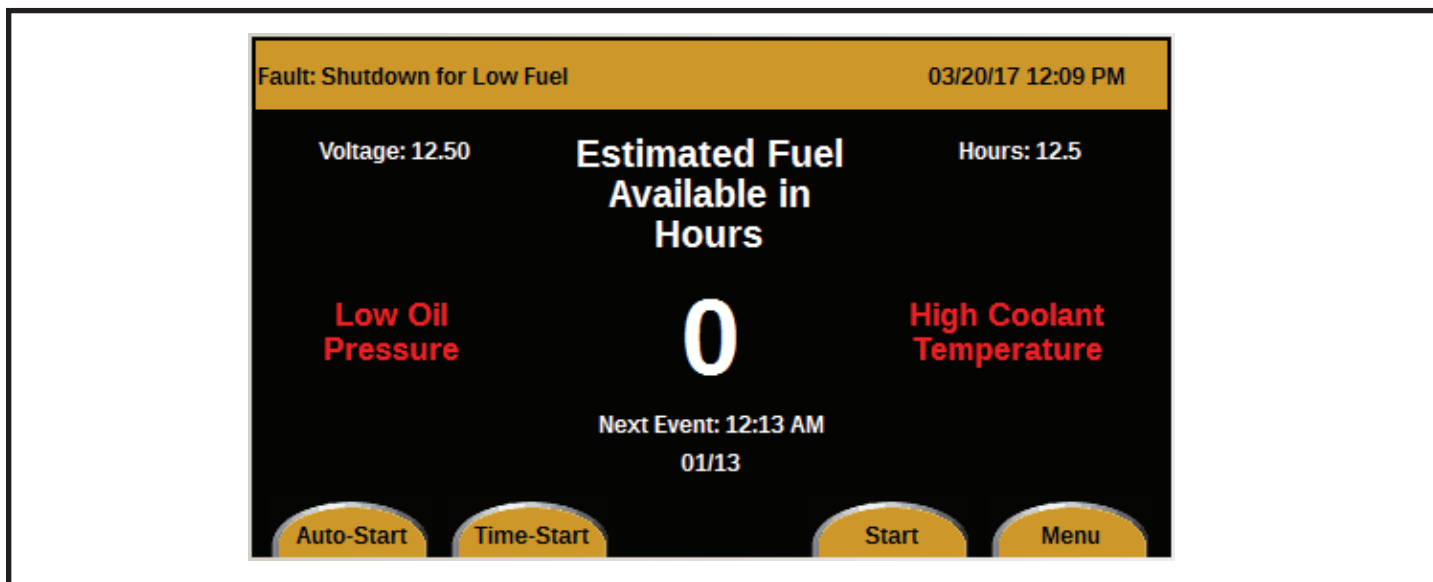

Figura 3
2. Presione la flecha HACIA ABAJO tres veces para resaltar Fuel Hours. Presione el botón Enter. Aparecerá la pantalla Fuel Hours (consulte la *Figura 3*).